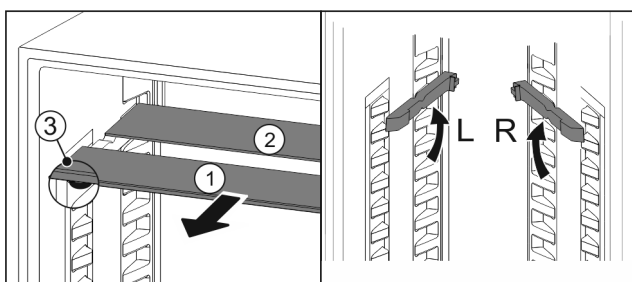

Fig. 104
- ▶ Wyciągnąć Fig. 104 (1) pojedynczo półki szklane do przodu.
- ▶ Płyta szklana Fig. 104 (1) z listwą ozdobną znajduje się z przodu.
- ▶ Stopery Fig. 104 (3) wskazują w dół.